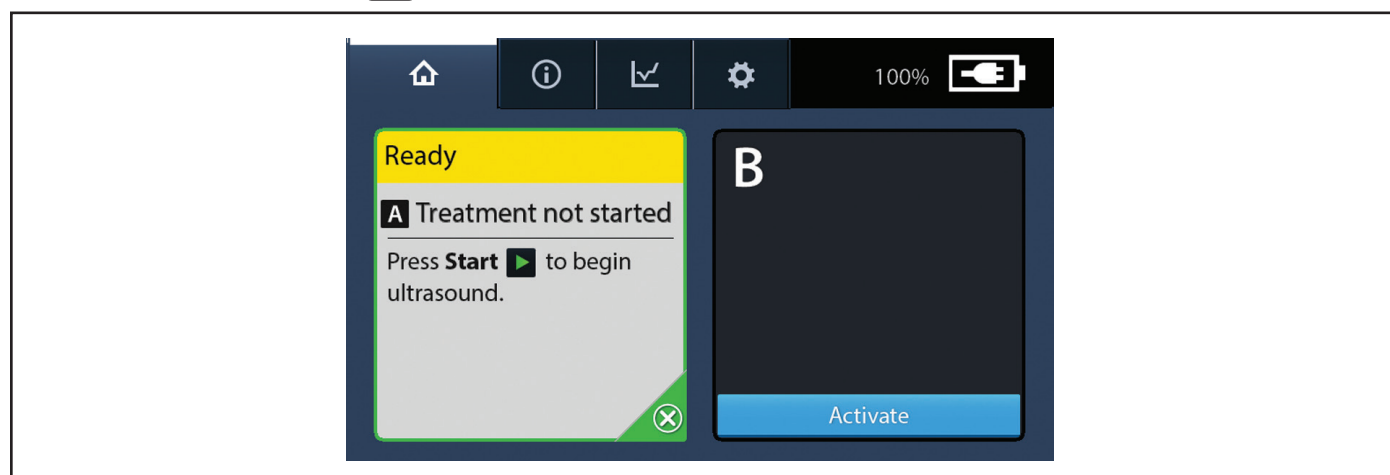

Figura 25. Pantalla de recordatorio para iniciar el tratamiento
7. Pulse el botón **Iniciar**  en la unidad de control para el canal apropiado, cuando se le solicite (consulte la figura 25).